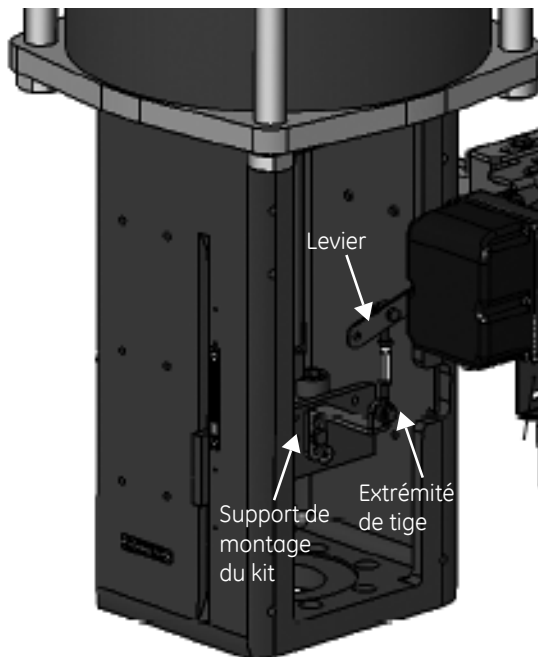

Figure 14 Actionneur type 84/85/86
2. Installer l'ensemble de montage sur l'étrier (Figure 14) en utilisant une rondelle à ressort hélicoïdal 5/16, une rondelle plate 5/16 et une vis à tête hexagonale 5/16-18x44.5 [1.75] LG.